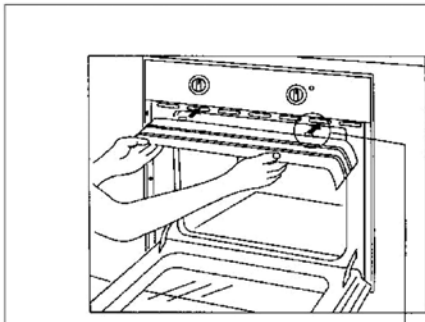

Рис.10
- Закрепите защиту ручек, как показано на рис.10